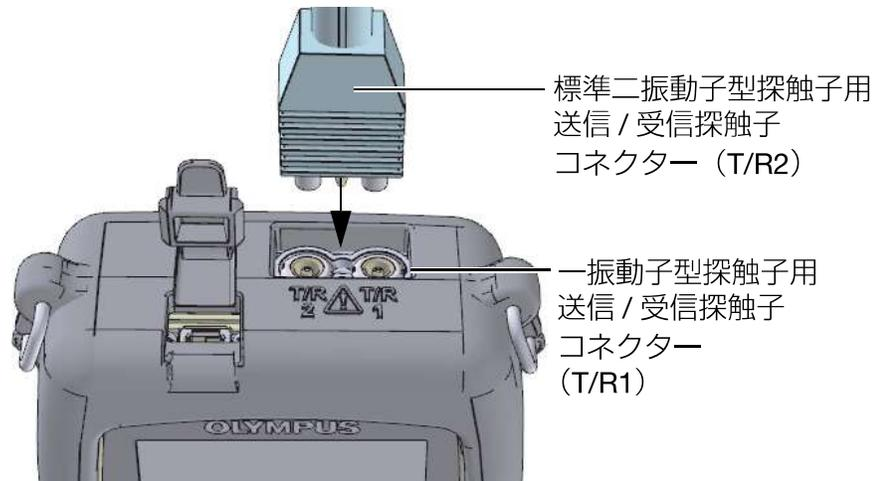

図 5-1 探触子を接続
1. 探触子を 45MG 本体の上部にある送信 / 受信探触子コネクタに差し込みます (52 ページ図 5-1 参照)。一振動子型探触子の場合は T/R 1 のみを使用します。